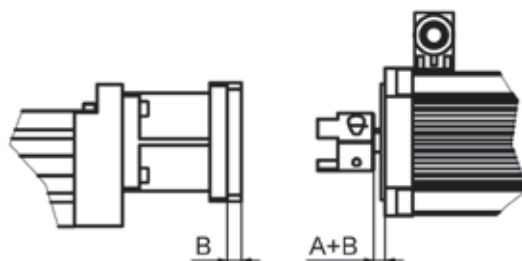

Bild 3.14 ____ Montagemaße
1. Kupplungsnahe **2** auf die Motor- bzw. Getriebewelle stecken. Dabei das Maß A (Bild 3.14) aus Tabelle 6.24 in Kapitel 6.2.4.2 und Maß B bei Verwendung eines optionalen Zwischenflansches **5** berücksichtigen.